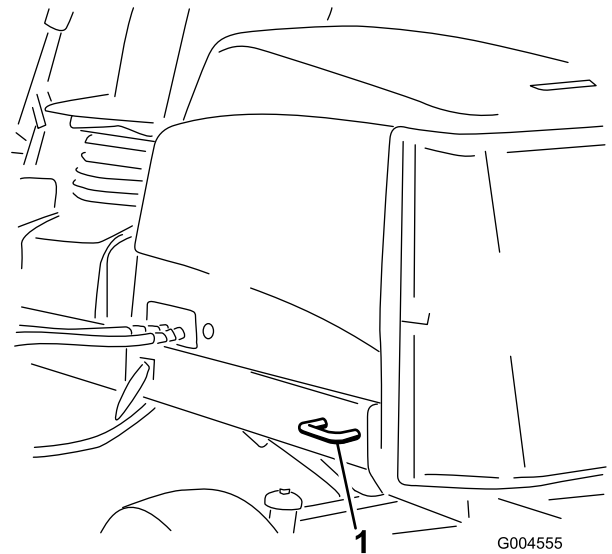

Bild 42
- Hinten: Jede Maschinenseite am Hinterrahmen (Bild 42).